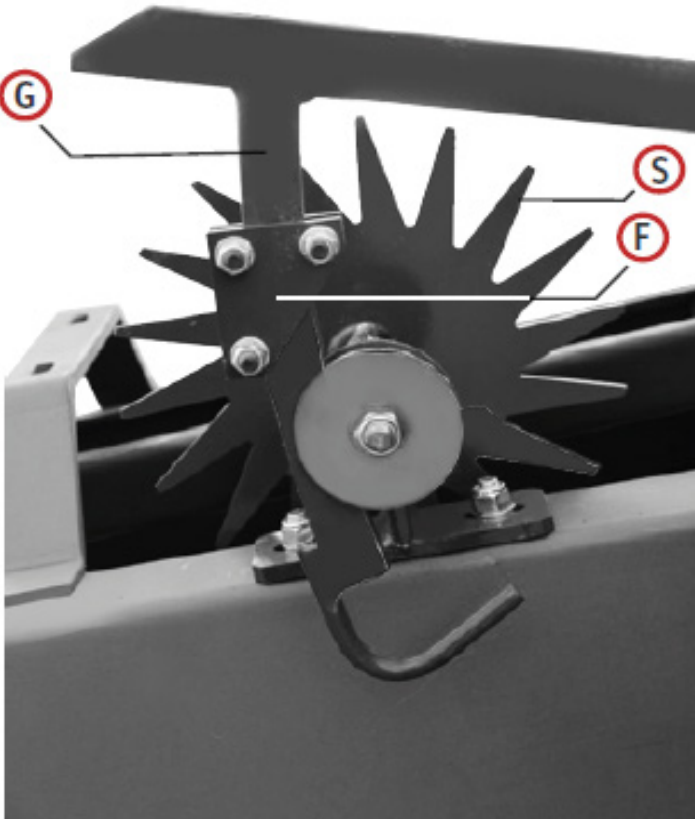

Fig. 5
La longitud de la paca se define por la carrera del brazo (G), que se puede configurar con el retenedor (F) (Fig. 5). El brazo (G) corre sobre el rodillo (I) (Fig. 5bis) del disco en forma de estrella (S), que gira cuando está en contacto con la paca durante su ciclo de conformación.